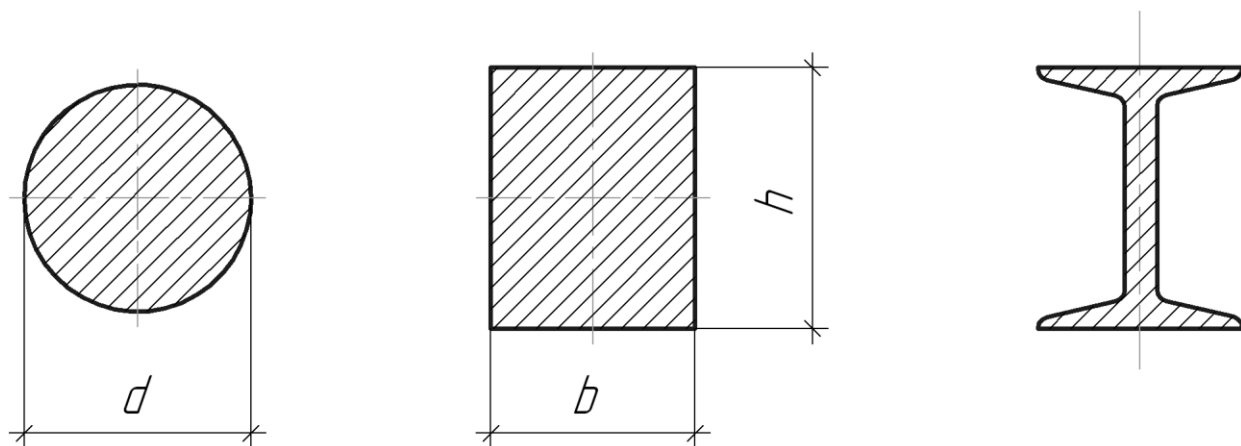

Рис.13
1. Из условия прочности по нормальным напряжениям подобрать размеры поперечных сечений типа а), б), в) (рис.13).
1. Из условия прочности по нормальным напряжениям подобрать размеры поперечного сечения типа в) (рис.13).